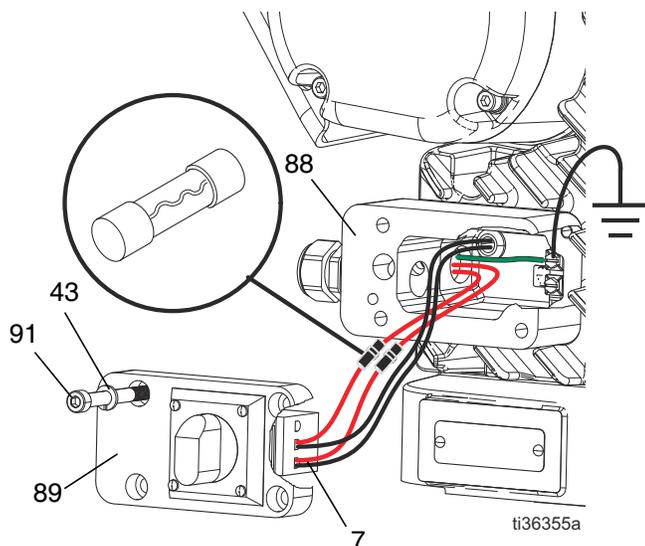

FIG. 10: Ubicación de los fusibles
3. Saque cuatro tornillos (91) y extraiga la tapa de la caja de conexiones (89) del controlador para poder acceder al bloque de desconexión (7). Consulte FIG. 10.